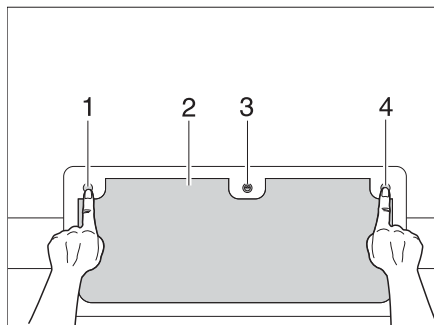

Fig. 35 Cerradura de la trampilla con pulsadores, cerrada
- Introducir la llave en el cilindro de cierre (Fig. 35,3) y girarla un cuarto de vuelta.
- Presionar los tres pulsadores (Fig. 35,1, 3 y 4).
- Cerrar la trampilla exterior (Fig. 35,2) por completo, hasta escuchar que engatille audiblemente.
- Introducir la llave en el cilindro de cierre (Fig. 35,3) y girarla un cuarto de vuelta. La cerradura está bloqueada.